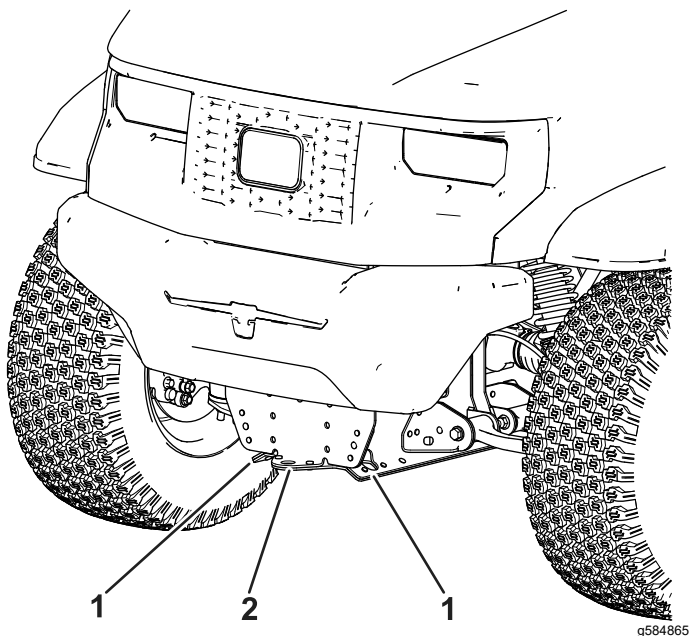
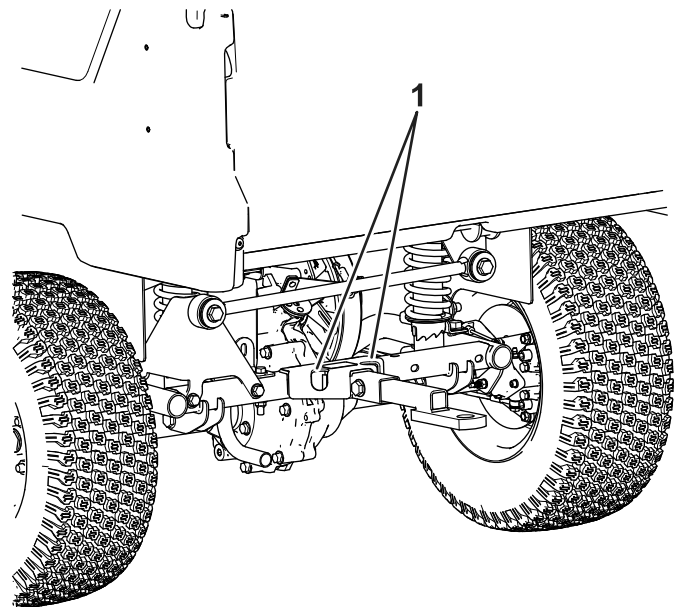
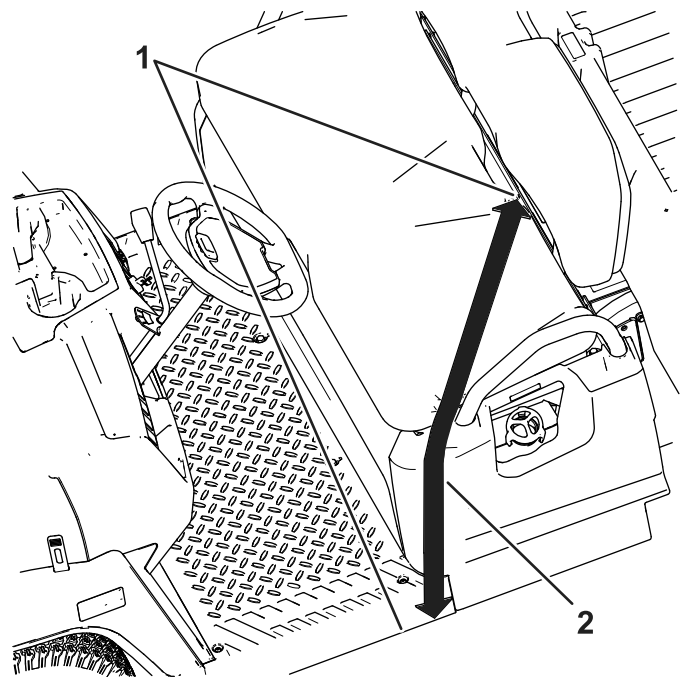

Figure 23
Figure 24
Figure 25
- Arrimez solidement la machine (Figure 23), (Figure 24) et (Figure 25).
2. Attachez un câble de remorquage à la flèche d'attelage à l'avant du cadre de la machine (Figure 23).